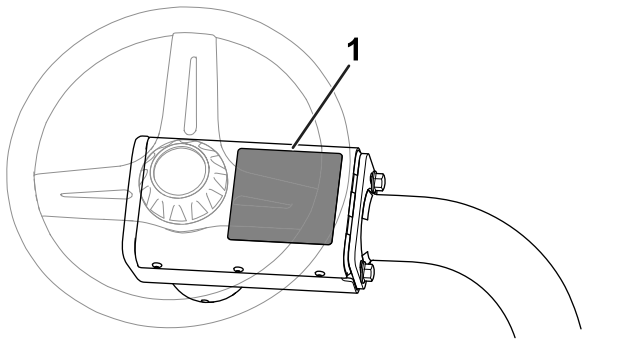

図 12
- **CE 警告デカル** CE 警告デカルP/N 139-8321を、既存の警告デカルP/N 139-8320の上から貼り付ける 図 12を参照。